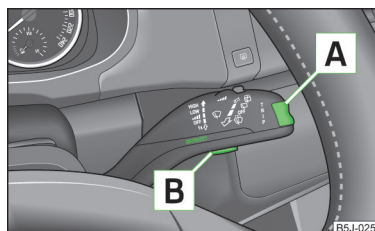

Fig. 5
La conmutación de las memorias se efectúa con la tecla  » fig. 5 de la página 16 en la palanca del limpiaparabrisas.
La tecla basculante para elegir las opciones de menú  » fig. 5 y la tecla  se encuentran en la palanca de limpiaparabrisas.
» Pulse brevemente la tecla basculante  » fig. 5 arriba y abajo. De ese modo se activan, una tras otra, las opciones individuales del indicador multifunción.
» Pulse ligeramente la tecla  » fig. 5.
» Pulse la tecla  » fig. 5 durante un lapso prolongado.
- » Con la tecla **[A]** » fig. 5 de la página 16, seleccione la opción de menú **Advert. ve-loc.** (pantalla MAXI DOT) o **[C]** (pantalla de segmentos), respectivamente.